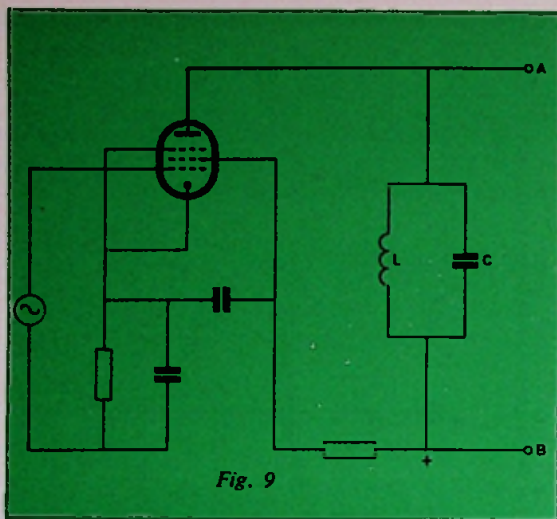

Fig. 9
4. De schakeling volgens fig. 9 bevat een ideale pentode met oneindig grote inwendig weerstand.